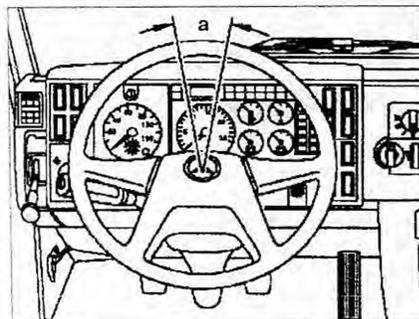

Рис. 1.28. Проверка свободного хода рулевого колеса.
1. Проверьте свободный ход «а» рулевого колеса (рис. 1.28). Поверните рулевое колесо слева направо от начала до конца. Если свободный ход больше допустимого, проверьте свободный ход тяг рулевого управления и устрани-те его.